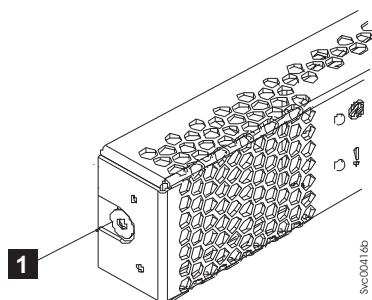

図 97. 2145-CG8 または 2145-CF8 サービス・コントローラーの左側の解放ボタン
5. コントローラーの各側面にあるくぼみの中の青色のサービス・コントローラー解放ボタンを見つけます。131 ページの図 97 を参照してください。